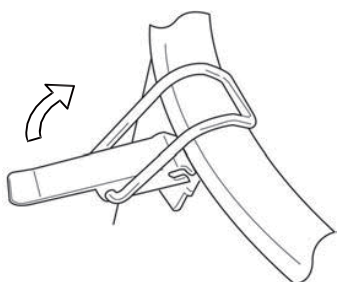

Fig.1
- 1) Desbloqueie as pinças de fecho (8) no reservatório e retire a tampa (1) (fig. 1).